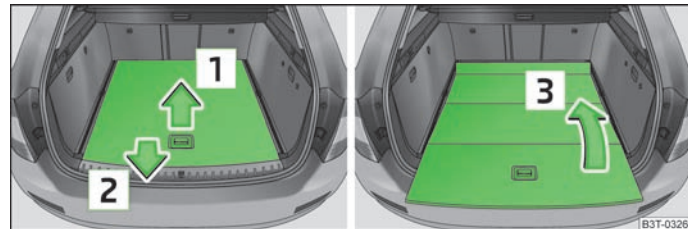
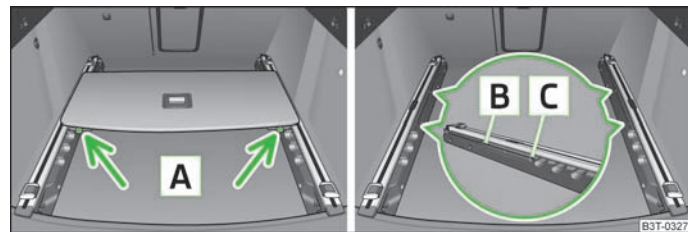

Abb. 75 Gepäckraum: variablen Ladeboden zusammenklappen
Abb. 76 Gepäckraum: variablen Ladeboden ausbauen
- Den hinteren Teil des Bodens am Griff fassen, in Pfeilrichtung **1** etwas anheben » Abb. 75 und über den Stoßfänger in Pfeilrichtung **2** herausziehen, bis dieser in der Öffnung **C** einrastet » Abb. 76.
- Durch Bewegungen in Pfeilrichtung **3** » Abb. 75 den Ladeboden zusammenklappen.
- Die Sicherungstasten **A** drücken » Abb. 76 und den Boden herausnehmen.
- › Den Boden nach vorn schieben, bis dieser in den Öffnungen **[B]** in den Tragschienen einrastet » Abb. 76.